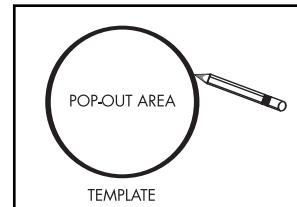

FIGURE 9a
- Using the template, trace the installation location with a pencil. You can do this by holding the template in your preferred location and tracing around it. Use a level to make certain the template is straight and plumb. This is the exact cutout size.[figures 9a & 9b].
- À l'aide du gabarit, tracez l'endroit de l'installation avec un crayon. Vous pouvez accomplir cette besogne en tenant le gabarit à l'endroit choisi et en traçant tout autour. Utilisez un niveau pour vous assurer que le gabarit est bien droit et de niveau. C'est la taille exacte de l'embrasure. [figure 9a et 9b].